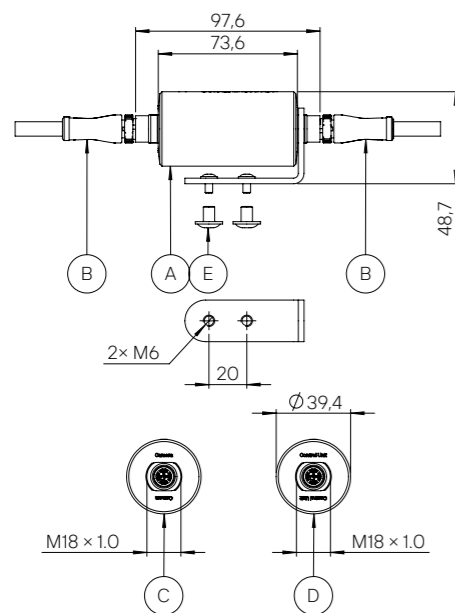

Abbildung 5
Die Länge des Datenkabels zwischen Kamerakopf und Steuerrechner ist auf 20 m begrenzt (siehe Kapitel „Technische Daten“ im Anhang). Mit dem Signalverstärker Rotoclear C-Extender (Abb. 5-A) kann diese Länge erweitert werden. Es können bis zu zwei Signalverstärker pro Kamerakopf in der Zuleitung verwendet werden. Jeder dieser Signalverstärker erhöht die ohne Signalverstärker maximal mögliche Datenkabellänge: Mit einem Signalverstärker ergibt sich eine maximal mögliche Länge von 2 × 20 m, mit zwei Signalverstärkern eine maximal mögliche Länge von 3 × 20 m.
**⚠** Achten Sie auf die Ausrichtung entsprechend der gekennzeichneten Stecker. Das Datenkabel (Abb. 5-B), das an die mit „Head“ beschriftete Seite (Abb. 5-C) angeschlossen wird, muss in Richtung Kamerakopf zeigen. Die mit „Control Unit“ (Abb. 5-D) beschriftete Seite muss in Rich-
Der Halter ist mit zwei M6 Gewinden ausgestattet. Für eine vorder- oder rückseitige Installation des Halters liegen M4 sowie M6 Schrauben (Abb. 5-E) bei.